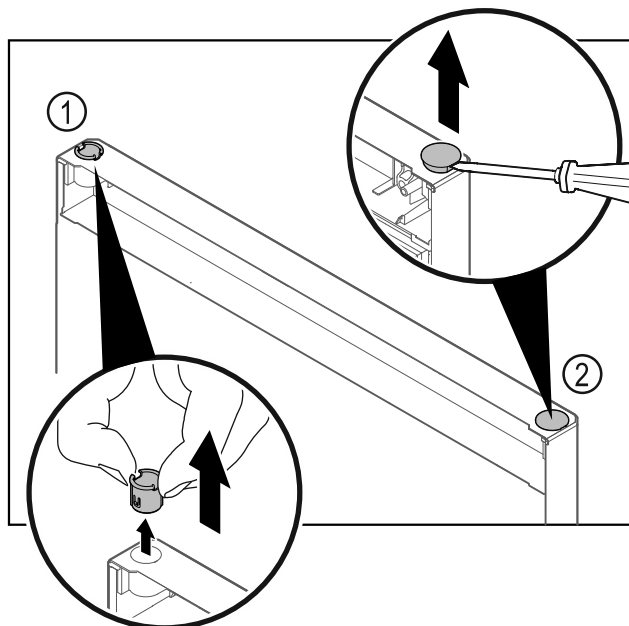

Fig. 11
- ▶ Dra ut gångjärnsbussningen Fig. 11 (1) med fingrarna.
- ▶ Lyft försiktigt upp pluggen Fig. 11 (2) med en spårskruvmejsel och dra ut den.